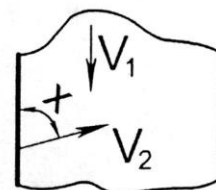

Рис. 5.18
5.26. Під яким кутом x (рис.5.18) до берега потрібно спрямувати човен, щоб під час переправи через річку його якомога менше знесло течією, швидкість якої v_1 ? Власна швидкість човна v_2 .